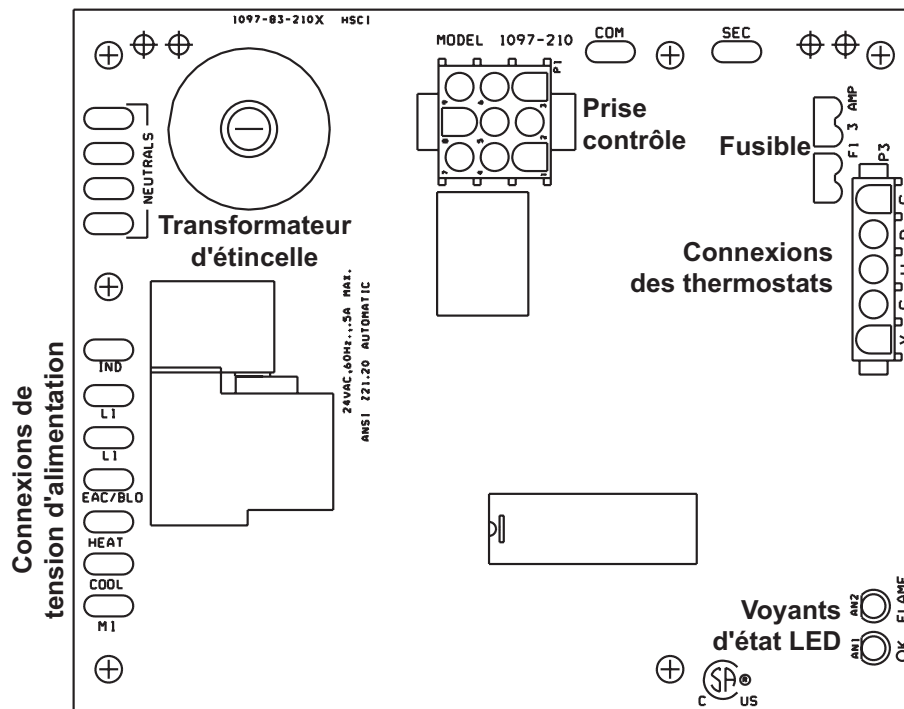

Figure 14. Circuit imprimé (module de commande DSI)
Le circuit imprimé (voir Figure 14) est situé dans le compartiment de commande de chaque section chauffante. La carte de circuits imprimés a une polarité non réversible. Il est recommandé de vérifier l'alimentation électrique pour s'assurer que le fil noir est **chargé** et que le fil blanc est **neutre**. Le fil **chargé** doit être branché dans la borne L1 de la carte de circuits imprimés.
- Chaque section chauffante du radiateur est dotée d'un bornier pour les connexions du thermostat 24V. Le bornier est situé à l'extérieur de l'armoire, à l'avant de chaque section chauffante. Les fils du ou des borniers sont câblés en usine au(x) circuit imprimé(s) (voir Figure 14).
Le système d'allumage de chaque section chauffante est contrôlé par une carte de circuits imprimés (module de commande intégré à allumage direct par étincelle (DSI, voir Figure 14) qui surveille les dispositifs de sécurité et contrôle le fonctionnement des moteurs du ventilateur et de l'aérateur ainsi que la valve de gaz combinée entre les cycles de chauffage. Le dépannage de l'unité de chauffage à l'aide des voyants du circuit imprimé est décrit dans la section Dépannage de l'appareil à l'aide du module de commande DSI.